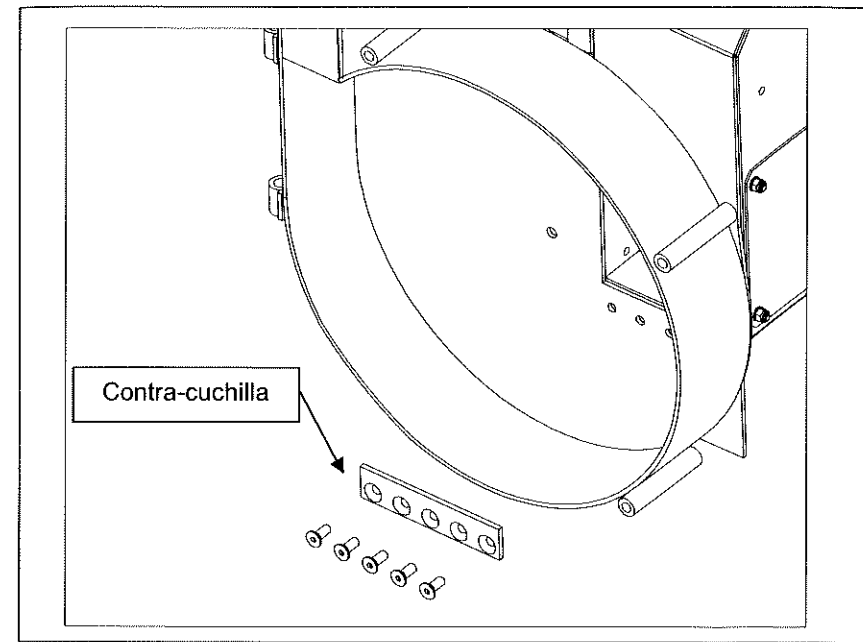

Fig. 15
- Quitar la contra-cuchilla destornillando los 5 tornillos de fijación (Fig. 15).